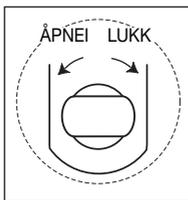

Fig. 2 - Utløsningsventil
4. Bruk den rektangulære enden av pumpehåndtaket og drei avlastningsventilens spindel mot klokken for å åpne ventilen (ikke mer enn to omdreininger). Se Fig. 2.